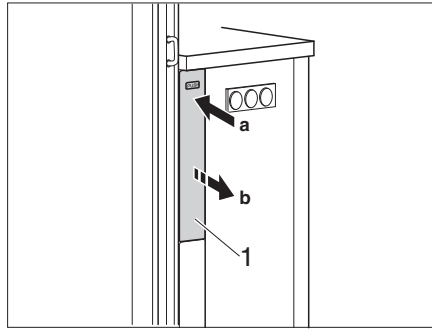

Fig. 128 Soltar el ensanchamiento
- Empujar al panel (Fig. 128,1) del ensanchamiento. Se suelta el ensanchamiento.
- Empujar el ensanchamiento (Fig. 128,1) en la estructura de la cocina, hasta que engatille.